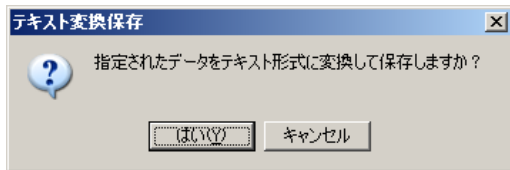

図 47. テキスト変換・保存の確認メッセージ1
- テキスト変換後の行数が 65536 行未満の場合には、図 47 のようなメッセージが表示されますので、確認して『はい』ボタンをクリックしてください。